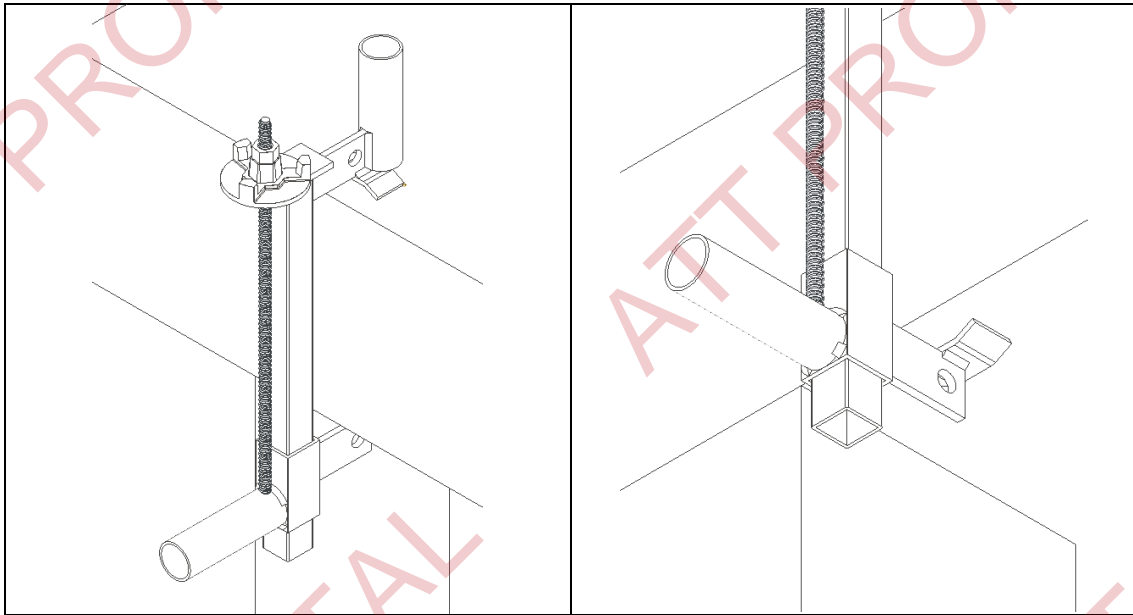

Fig. 3 Detalle fijación mordaza CRT
2. La fijación de los soportes mordaza CRT se realiza utilizando la parte deslizante, mediante la barra Dywidag y el giro del disco de apriete, mientras que el otro extremo permanece fijo. Este mecanismo de deslizamiento permite adaptar el sistema al ancho de la estructura de manera precisa, asegurando un ajuste adecuado en cada instalación. Una vez ajustado el sistema al ancho de la estructura, se procede a la fijación de los soportes mordaza CRT utilizando el disco de apriete. Este disco se golpea con un martillo para aumentar la presión, lo que garantiza una fijación sólida y segura del sistema (Fig. 3).